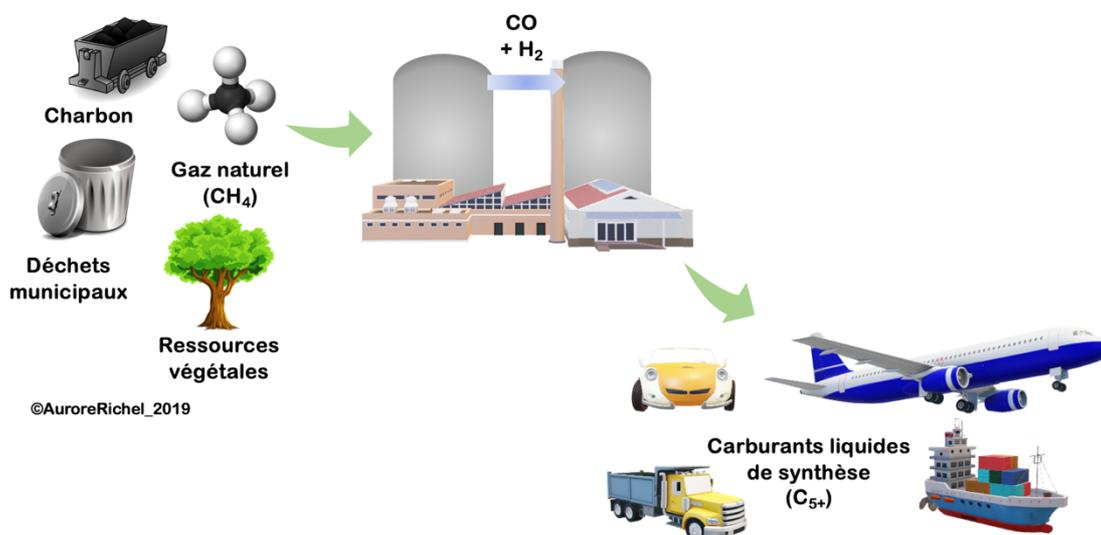

Figure 2. Illustration du procédé de Fischer-Tropsch permettant l'obtention de carburants liquides de synthèse pour le transport
Typiquement ces intrants vont subir une première conversion thermochimique (à très hautes températures) qui va les convertir en un mélange de monoxyde de carbone (CO) et de dihydrogène (H₂). Ce mélange va ensuite être traité dans des conditions spécifiques, en présence d'un catalyseur (à base de nickel, ou de fer, de ruthénium, de cobalt, etc.), pour donner au final un carburant de synthèse, soit de l'essence, du diesel ou bien du kérosène. (Figure 2) Ce procédé est connu sous le nom de procédé de Fischer-Tropsch (aussi mentionné par son abréviation « FT »).